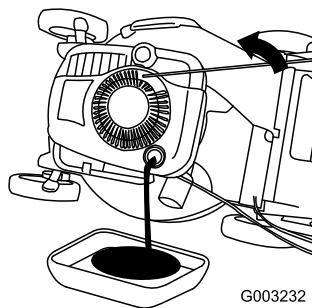

Figura 36
- Ponga el cortacésped de lado (con el filtro de aire hacia arriba) para drenar el aceite usado a través del tubo de llenado de aceite (Figura 36).